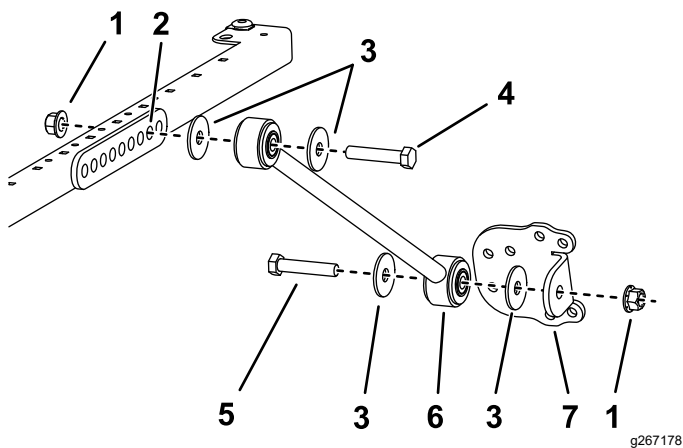

Figura 31
- En los modelos 30446, 30446N, 30447 y 30447N, en cada lado del bastidor del toldo, monte provisionalmente un tirante en el **segundo** taladro del soporte del tirante con un perno ($\frac{1}{2}$ " x $2\frac{1}{2}$ "), una arandela ($\frac{1}{2}$ ") y una tuerca con arandela prensada ($\frac{1}{2}$ "), según se muestra en Figura 31.